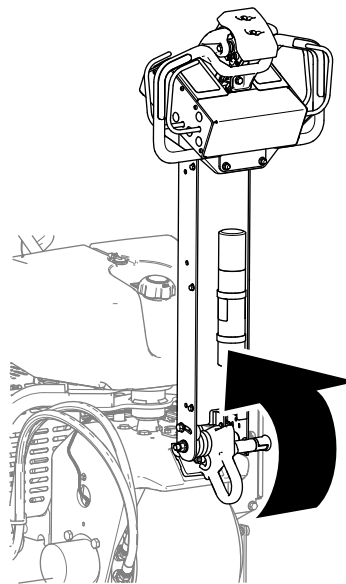

Figura 72
1. Sollevate completamente la maniglia per inserire il freno di stazionamento (Figura 72).